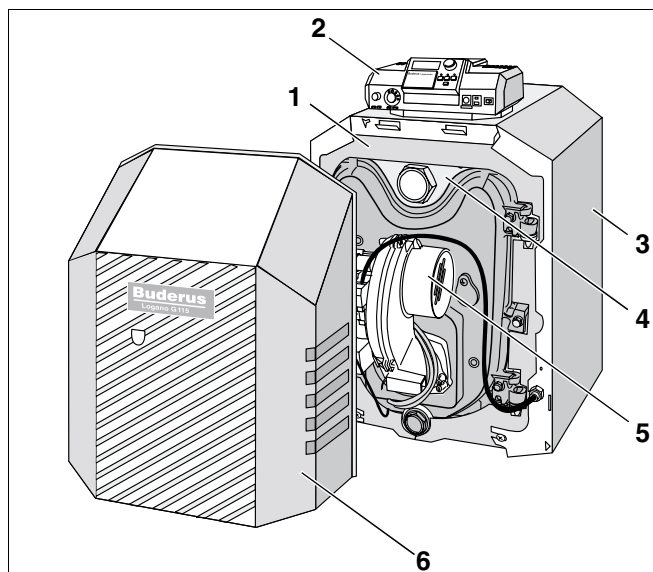
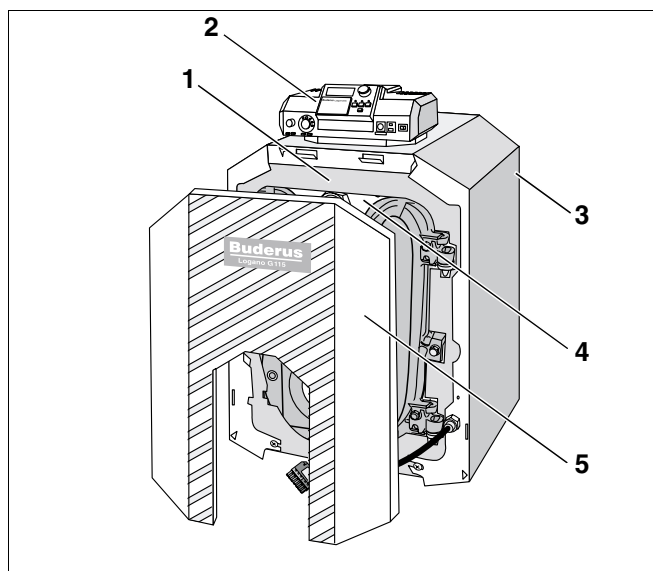

Рис.1 Специальный отопительный котел Logano G115 с горелкой Logator
Рис.2 Специальный отопительный котел Logano G115
Специальный отопительный котел Logano G115 (рис. 1) укомплектован на заводе горелкой Logator (рис. 1, **поз. 5**).
Специальный отопительный котел Logano G115 (рис. 2) должен быть укомплектован подходящей горелкой силами наладчиков.
Основные составные части специального отопительного котла Logano G115 с горелкой Logator (рис. 1) и специального отопительного котла Logano G115 (рис. 2):
- Блок котла (рис. 1 и рис. 2, **поз. 4**) горелка (рис. 1, **поз. 5**).
- Обшивка котла (рис. 1 и рис. 2, **поз. 3**), теплоизоляция (рис. 1 и рис. 2, **поз. 1**) и кожух горелки (рис. 1, **поз. 6**) или обшивка дверцы горелки (рис. 2, **поз. 5**).
- Система управления (рис. 1 и рис. 2, **поз. 2**).